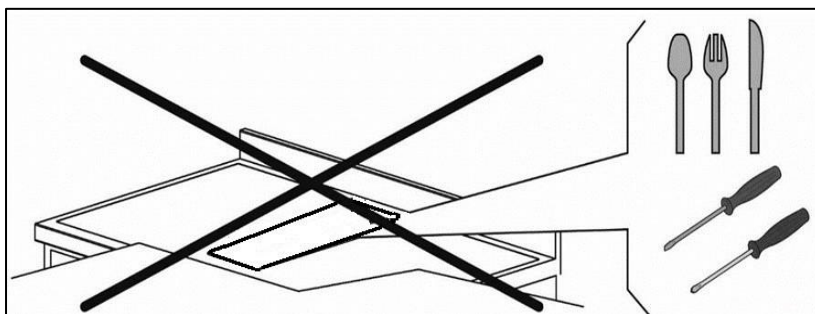

Fig. 2.0.
- Der må ikke indføres genstande gennem glasset på udsugningsklappen (se fig. 2.0).